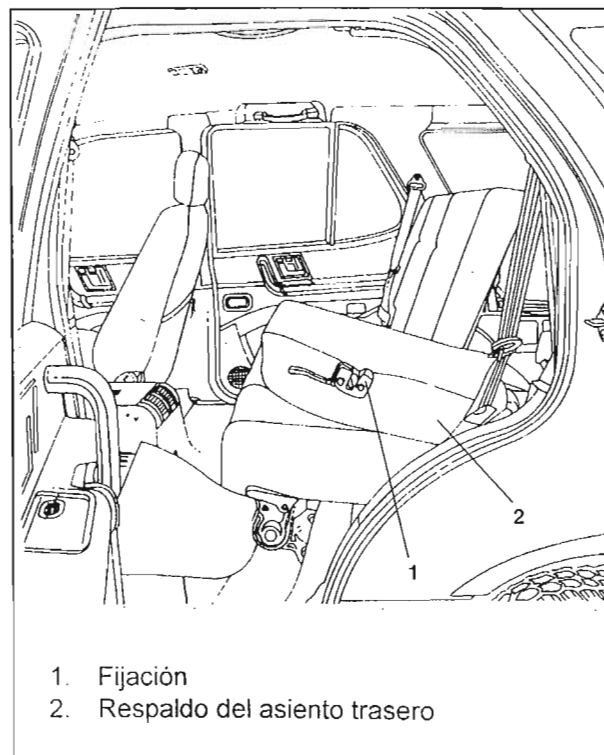

Fig. 24.
17. RETIRADA/ INSTALACIÓN DE LOS ASIENTOS TRASEROS (Fig.24&25)